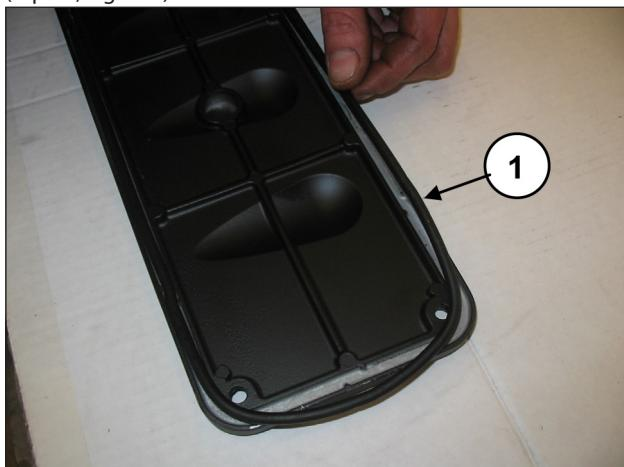

Fig. 163
Monter le joint torique (rep. ①, Fig. 163) sur les couvercles d'inspection et monter ces derniers à l'aide de 4+4 vis M6x14 (rep. ①, Fig. 164).